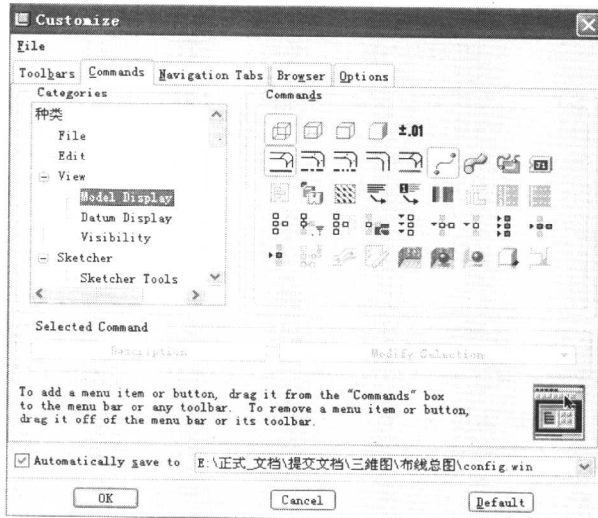

图1-5 “Customize”对话框
1. 选择“Tools” / “Customize Screen”命令，出现如图 1-5 所示的对话框，选择“Commands”选项卡，按图所示选择“View”下的“Model Display”，右边出现一些工具按钮。